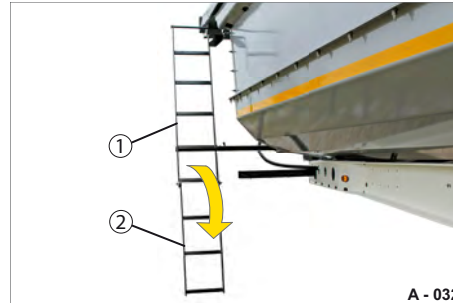

Abb. 42 Aufstiegsleiter, heruntergeklappt
- ▶ Klappen Sie das Klappteil (Abb. 42/2) mit beiden Händen vorsichtig ab - nicht fallen lassen.
- ▶ Besteigen Sie die Aufstiegsleiter von der Mulden-Seitenwand aus vorsichtig - halten Sie sich am festen Teil (Abb. 42/1) gut fest.